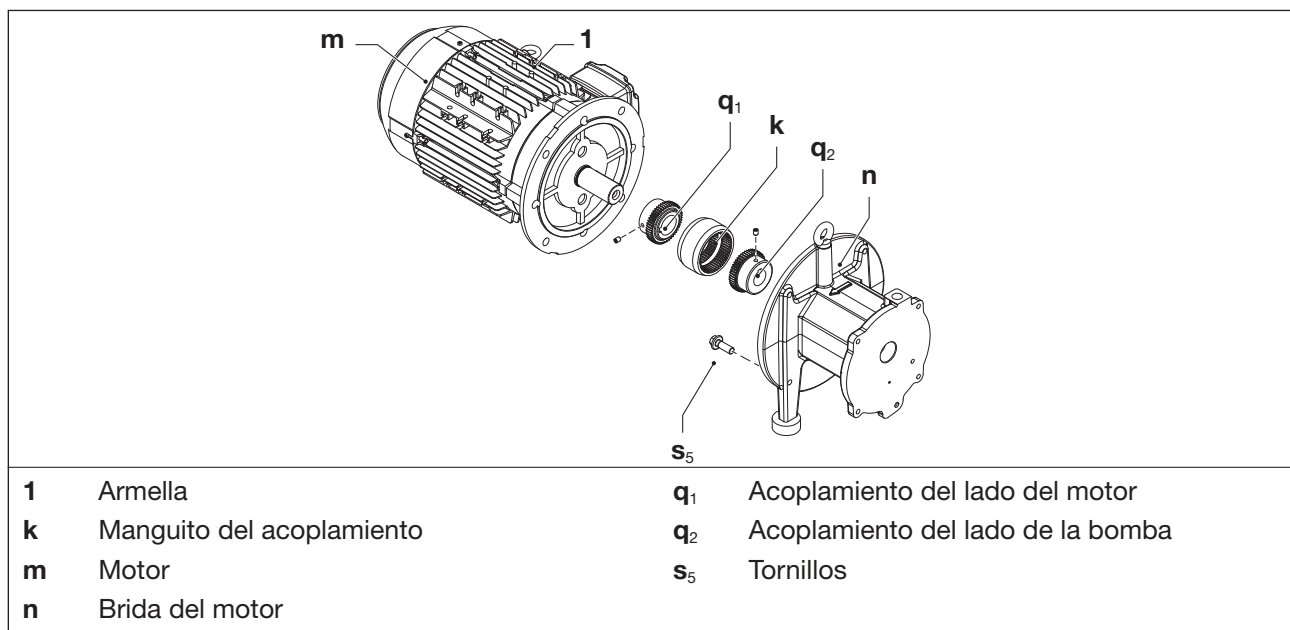

Fig. 10 Acoplamiento
El manguito del acoplamiento (Fig. 10/k) está sujeto a desgaste y debe comprobarse periódicamente (al menos 1 vez al año).
- a) Para comprobar el acoplamiento, apagar el motor (Fig. 10/m) y protegerlo contra una reconexión involuntaria.
- b) Apretar bien la armella en el motor (Fig. 10/1).
- d) Aflojar los tornillos (Fig. 10/s₅) en la brida del motor (Fig. 10/n).
- e) Extraer axialmente el motor con su parte del acoplamiento (Fig. 10/q₁) de la brida del motor (Fig. 10/n) y suspenderlo mediante el equipo de elevación.
- f) Comprobar el manguito (Fig. 10/k) en busca de daños y desgaste y, dado el caso, cambiarlo.
- g) Volver a colocar el manguito y el motor con parte del acoplamiento del lado del motor de forma axial y con los tornillos (Fig. 10/s₅) fijados en la brida del motor (Fig. 10/n). Par de apriete: 90 Nm